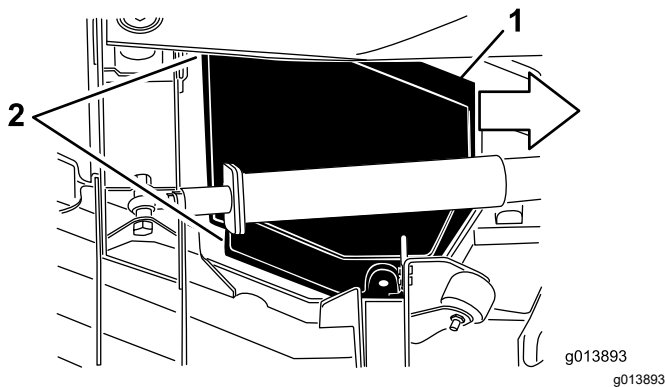

Figura 78
5. Mientras levanta la cubierta, deslícela aproximadamente 2,5 cm hacia la unidad de tracción, para separar el borde exterior de la carcassa (Figura 78).